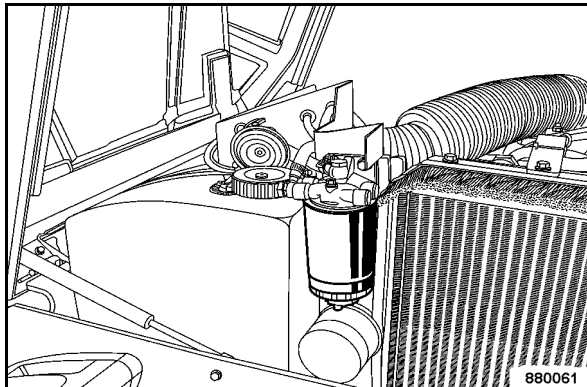

Fig. 156
- Débloquer puis dévisser l'élément du filtre du carburant (Fig. 156).